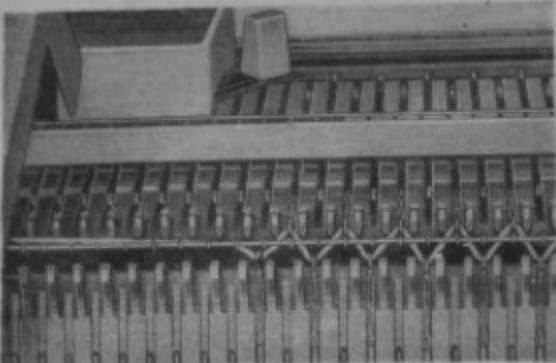

Рис. 24
- Опустив вниз гребенку (рис. 24), к ней подвешивают на одинаковом расстоянии 3 малых грузика.